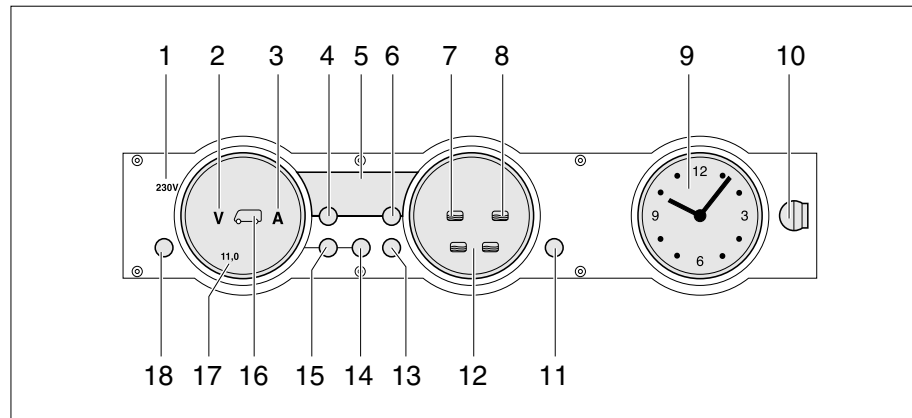

Bild 113 Panel MP 20-T
Die 230-V-Kontroll-Leuchte (Bild 113,1) leuchtet, wenn am Eingang des Elektroblocks Netzspannung vorhanden ist.
Der 12-V-Hauptschalter (Bild 113,18) schaltet das Panel und die 12-V-Versorgung des Wohnraums ein und aus.
- Taste "12V" (Bild 113,18) kurz drücken. Die 12-V-Versorgung des Wohnraums ist eingeschaltet. Die Kontroll-Anzeige "12 V" leuchtet.
- ▷ Wenn nach dem Einschalten die LED "11,0" der Voltanzeige sowie das Symbol Volt "V" (Bild 113,2) im Anzeigeelement Batterien (Bild 113,17) blinken, dann ist die Spannung der Wohnraumbatterie zu gering. Batterie laden.
- ▷ Wenn nach dem Einschalten die Kontroll-Anzeige "12 V", das Symbol Wohnraumbatterie (Bild 113,16) und das Symbol Volt "V" (Bild 113,2) dreimal blinken, dann ist die Batterietrennung aktiviert. Batterietrennung deaktivieren.
- Taste "12V" (Bild 113,18) kurz drücken. Die 12-V-Versorgung des Wohnraums ist ausgeschaltet. Die Kontroll-Anzeige "12 V" erlischt.
- Taste Wohnraumbatterie (Bild 113,14) drücken und ca. 10 Sekunden lang gedrückt halten. Die Symbole Volt "V" (Bild 113,2) und Ampere "A" (Bild 113,3) blinken dreimal. Die Wohnraumbatterie ist vom 12-V-Bordnetz getrennt.
- Taste "12 V" (Bild 113,18) drücken und ca. 5 Sekunden lang gedrückt halten. Das Symbol Volt "V" (Bild 113,2) blinkt dreimal. Die Wohnraumbatterie ist mit dem 12-V-Bordnetz verbunden. Die Kontroll-Anzeige leuchtet nach ca. 2 Sekunden.
- Taste Wohnraumbatterie  (Bild 113,14) drücken. Das Symbol Volt "V" (Bild 113,2) leuchtet. Das Symbol Ampere "A" leuchtet je nach Ladung oder Entladung weiß bzw. rot. Die Batteriespannung und der Strom der Wohnraumbatterie werden über die LEDs im Anzeigeeinstrument angezeigt.
- Taste Starterbatterie  (Bild 113,15) drücken. Das Symbol Volt "V" (Bild 113,2) leuchtet. Die Batteriespannung der Starterbatterie wird über die LEDs im Anzeigeeinstrument angezeigt.
- Taste Tanks  (Bild 113,13) drücken. Die Symbole Wassertank  (Bild 113,7) und Abwassertank  (Bild 113,8) leuchten. Die Füllstände des Wassertanks (linke Skala) und des Abwassertanks (rechte Skala) werden über die LEDs im Anzeigeelement angezeigt.
Das Symbol Volt "V" (Bild 113,2) und die LED "11,0" blinken, sobald die Spannung der Batterie 11 V (Messung bei laufendem Betrieb) unterschreitet und damit Tiefentladung droht.
Das Symbol Wassertank  (Bild 113,7) oder das Symbol Abwassertank  (Bild 113,8) blinkt, wenn der Wassertank leer oder der Abwassertank voll ist.